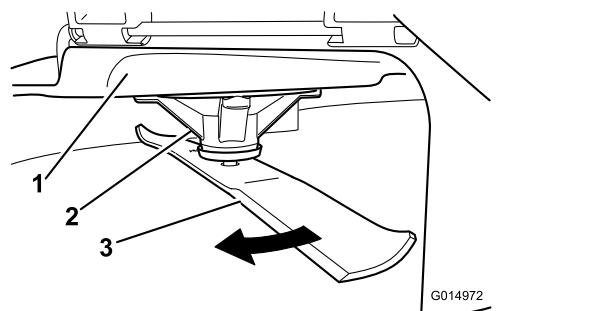

Figure 54
2. Enfilez des gants épais ou utilisez une autre protection adéquate pour les mains, et faites tourner la lame lentement jusqu'à une position permettant de mesurer la distance entre le tranchant et la surface plane sur laquelle se trouve la machine (Figure 54).